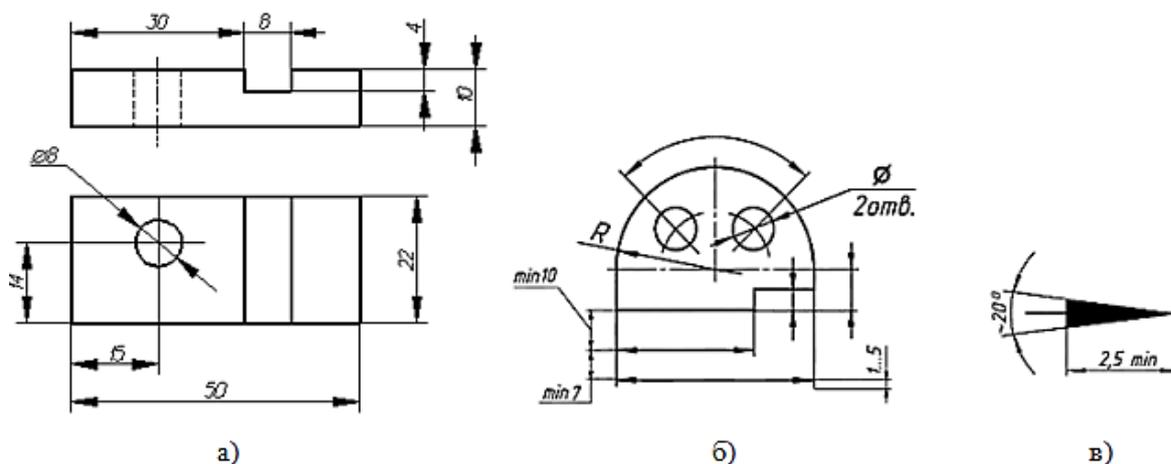

Рис. 13 - Нанесение размеров.
- Размеры, относящиеся к одному и тому же конструктивному элементу (пазу, выступу, отверстию и т. п.) рекомендуется группировать на одном изображении, на котором геометрическая форма данного элемента, показана более полно (рис. 13,а).
Размерные линии ограничиваются стрелками. Величина стрелки берется в зависимости от толщины линии видимого контура. Минимальная длина стрелки — 2,5 мм (рис. 13,в). На всем чертеже стрелки должны быть примерно одинаковыми.
- Минимальные расстояния между параллельными размерными линиями должны быть 7 мм, а между размерной и линией контура - 10 мм и выбраны в зависимости от размеров изображения и насыщенности чертежа. Выносные линии должны выходить за острие стрелки на расстояние 1—5 мм (рис. 13,б).